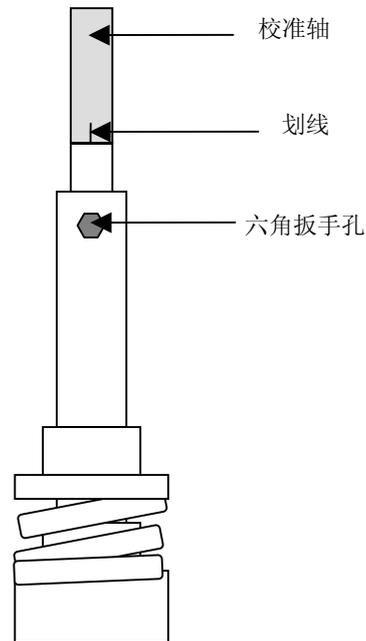

图 3-19 吸嘴外轴的安装方向
5. 把外轴的六角扳手孔与校准轴上的划线(3mm左右)对准后再安装。(参见图3-19吸嘴外轴的安装方向)